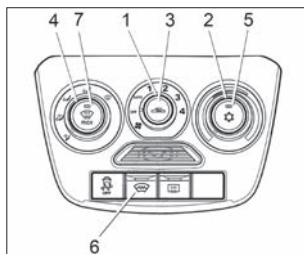

Рис. 39. Блок управления климатической системой (в вариантном исполнении)
В вариантном исполнении (см. рис. 39) климатическая установка имеет дополнительный режим кондиционирования, обеспечивающий охлаждение воздуха, подаваемого в салон автомобиля. При этом логика и алгоритмы управления, описанные выше для системы вентиляции и отопления, верны и для климатической установки с кондиционером.
2. Включите вентилятор, установив **рукоятку 1** (см. рис. 39) в одно из положений «1», «2», «3» или «4».
Для установки желаемой температуры воздуха в салоне поверните **рукоятку 2** (см. рис. 39) по часовой стрелке для повышения, против часовой стрелки для понижения. Температура будет поддерживаться автоматически в пределах производимости климатической установки и установленного допуска.
2. Поверните **рукоятку 2** (см. рис. 39) против часовой стрелки в левое положение до упора (синяя точка на блоке управления).
4. **Рукояткой 1** (см. рис. 39) включите максимальную скорость вентилятора климатической установки (положение «4»).
С помощью **рукоятки 2** (см. рис. 39) можно установить желаемую температуру воздуха в салоне. Климатическая система будет автоматически поддерживать установленную температуру воздуха в салоне в пределах производительности климатической установки и установленного допуска.
Для очистки ветрового и передних боковых стекол от запотевания, обмерзания или наружного обледенения в автоматическом режиме установите **рукоятку 1** управления вентилятором климатической системы в положение «АUTO», нажмите **кнопку 7** (см. рис. 39) с символом . Климатическая система автоматически:
Для включения/выключения ЭОВС нажмите **кнопку 6** (см. рис. 39), при включении загорается индикатор на кнопке выключателя. Контрольный световой индикатор, расположенный на кнопке выключателя, будет светиться желтым светом в течение всего времени работы системы электро-